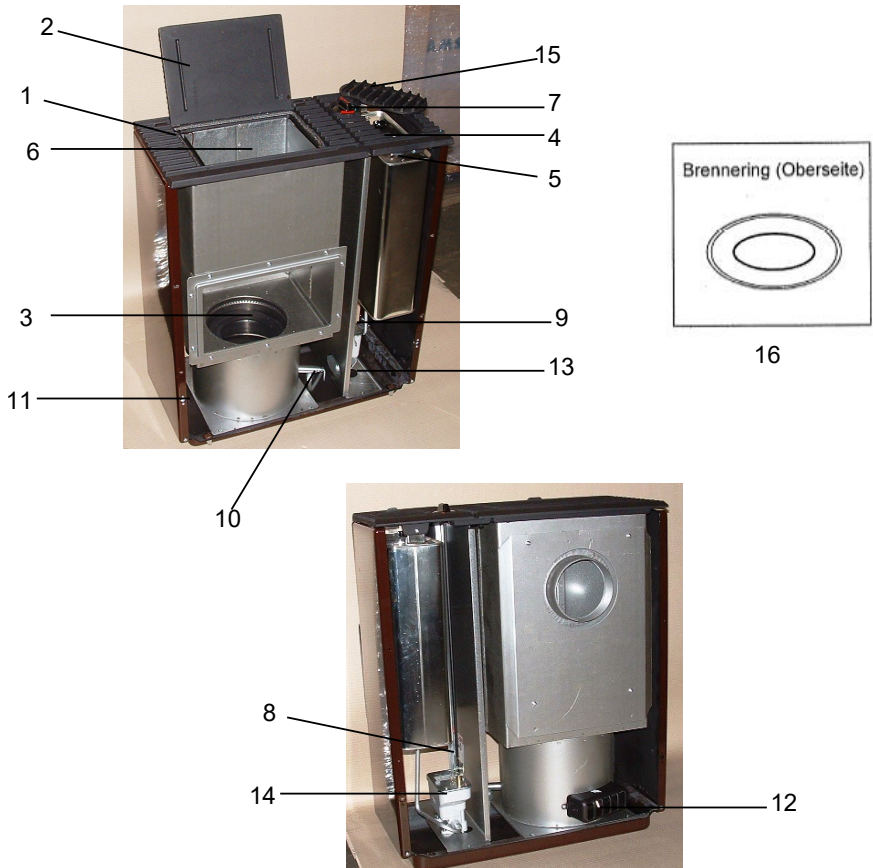

Bild 2
Das Staublech Bild 2 Nr.6 entsprechend arretieren. Das gestanzte runde Loch muss nach vorne sehen.
- Der Förderdruck muss bei max. Heizleistung gemessen mindestens 12-13 Pa betragen. Stärkeren Förderdruck gleicht der eingebaute Verbrennungsluftbegrenzer (Bild 2 Nr.12) bis max. 25 Pa automatisch aus.